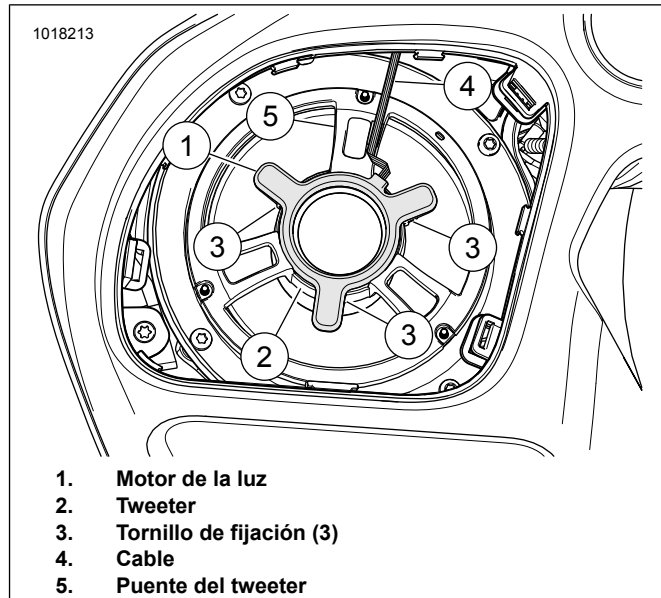

Figura 8. Altavoz del fuselaje izquierdo de FLTR
Consulte la Figura 8. Vea el manual de servicio. Quite el fuselaje exterior y las parrillas del altavoz. El altavoz puede permanecer en el fuselaje para la instalación del motor de la luz. Extraiga tres tornillos que sostienen el puente del tweeter (5) al altavoz. Tenga cuidado de no dañar o tensionar los cables del altavoz del tweeter. Conserve los elementos de sujeción para la instalación.
- Oriente el motor de la luz para que el cable (4) esté cerca de una pata en el puente del tweeter que se encuentra cerca de los cables del altavoz.
Consulte la Figura 8. Coloque el motor de la luz (1) en el tweeter (2) como se muestra. Comprima suavemente el motor de la luz en su lugar.